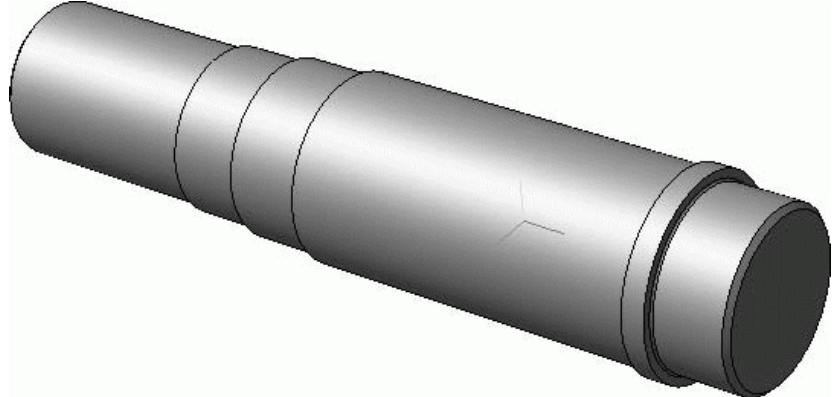

Рис. 3.63. Начало формирования модели вала
2. Нажмите кнопку Операция вращения на панели Редактирование детали. Поскольку контур эскиза не замкнут, то операция автоматически будет настроена на создание тонкостенного тела. Чтобы этого избежать, на панели свойств обязательно нажмите кнопку Сфераид, после чего перейдите на вкладку Тонкая стенка и в списке Тип построения тонкой стенки выберите пункт Нет. Нажмите кнопку Создать объект для завершения выполнения операции вращения (рис. 3.63).